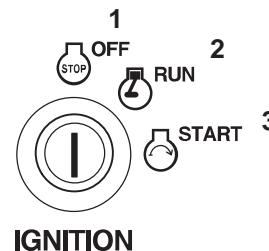

Figure 17
5. Tournez la clé de contact en position de démarrage. Relâchez-la quand le moteur démarre (Fig. 17).
4. Tournez la clé de contact en position Contact coupé (Fig. 17).